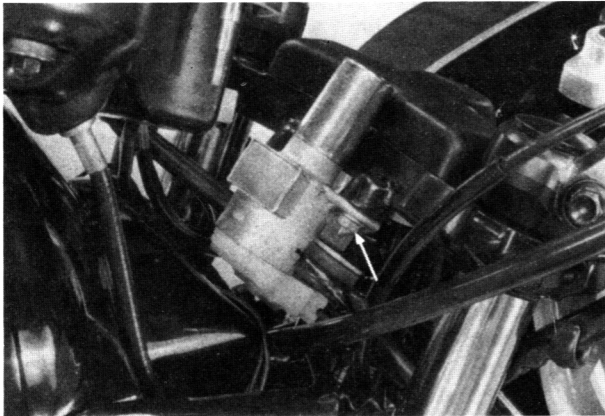

Bild 170
- Die Befestigungsschraube des Zündschalters (Bild 170) entfernen und die Kabelbaum-Steckverbindung abtrennen.